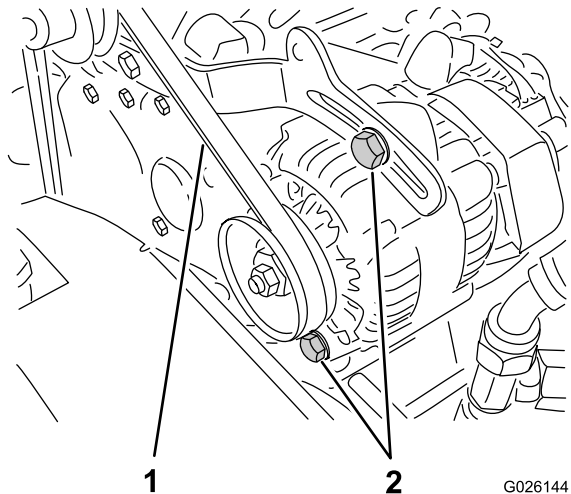

Bild 66
2. Prüfen Sie die Spannung, indem Sie eine Kraft von 10 kg in der Mitte zwischen der Lichtmaschine und den Kurbelwellenscheiben ansetzen (Bild 66).
- A. Lockern Sie die zwei Befestigungsschrauben der Lichtmaschine (Bild 66).
- B. Drehen Sie die Lichtmaschine mit einer Stange, bis die richtige Riemenspannung erzielt ist. Ziehen Sie die Befestigungsschrauben dann fest (Bild 66).